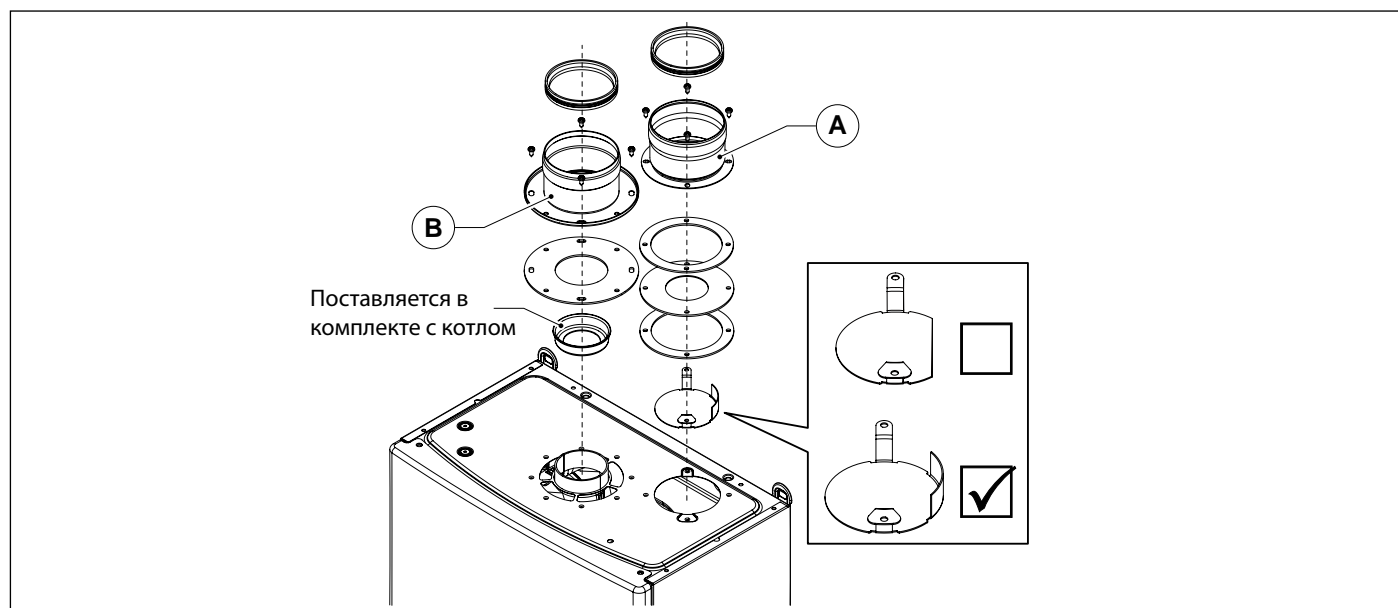

Рис. 13 Комплект для раздвоения OSDOPPIA13
- Установить стандартный дефлектор воздуха! (Рис. 13 Комплект для раздвоения OSDOPPIA13)